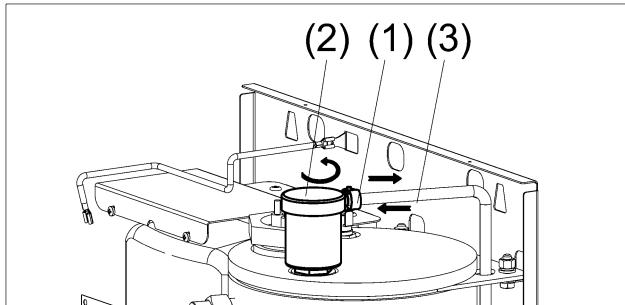

Рисунок 15. Замена автоматического воздухоотводчика
- (1) Снимите проволочный хомут и отсоедините сбросной шланг от воздухоотводчика (см. рис. 15).
- (2) Выверните воздухоотводчик из теплообменника.
- (3) Вверните новый воздухоотводчик в теплообменник, при этом используйте новую уплотнительную прокладку.
- (4) Подсоедините сбросной шланг к воздухоотводчику, установите проволочный хомут.
- (5) Проверьте герметичность соединений.